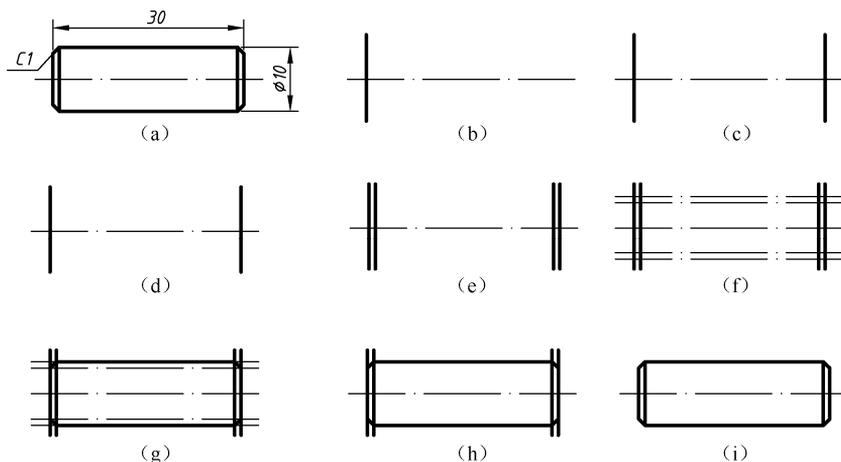

图 1-55 圆柱销零件图的绘制过程
**【例 1-8】** 绘制如图 1-55 (a) 所示的圆柱销图。
(1) 根据图中尺寸选择图幅和绘图比例。
(2) 创建绘制圆柱销所需要的图层。
(3) 设置运行捕捉点启用“端点”和“交点”，启用“运行捕捉”功能。
(4) 选择点画线层，输入绘制“直线”命令，画出适当长度的轴线（点画线）；切换到粗实线层，输入绘制直线命令，在适当位置画出圆柱销的最左端面线，如图 1-55 (b) 所示。
(5) 选择下拉菜单“修改”|“偏移”命令，在“指定偏移距离或[通过(T)/删除(E)/图层(L)]<通过>:”的提示下，输入圆柱销的长度值“30”后按 Enter 键，系统继续提示“选择要偏移的对象，或 [退出(E)/放弃(U)]<退出>:”。在该提示下，选择图中的圆柱销的最左端面线，系统继续提示“指定要偏移的那一侧上的点，或 [退出(E)/多个(M)/放弃(U)]<退出>:”。在该提示下，移动光标至直线的右侧单击，如图 1-55 (c) 所示。
通过上面的操作，绘制出了圆柱销的右端面线，如图 1-55 (d) 所示。
(6) 重复输入“偏移”命令，偏移出倒角部分的两条线（偏移距离为 1），如图 1-55 (e) 所示。
(7) 重复输入“偏移”命令，偏移出圆柱销上下两条轮廓线（偏移出的轮廓线为点画线）和倒角部分的两条线，如图 1-55 (f) 所示。
(8) 切换到粗实线层，输入“直线”命令，绘制出圆柱销的上下轮廓线和倒角的斜线，如图 1-55 (g) 所示。
(9) 输入“删除”命令，删除图中的 4 条点画线，如图 1-55 (g) 所示，删除命令执行完毕后的结果如图 1-55 (h) 所示。
(10) 输入“修剪”命令，将图 1-55 (h) 中多余的图线修剪掉，便完成了圆柱销零件图的绘制工作，最后结果如图 1-55 (i) 所示。